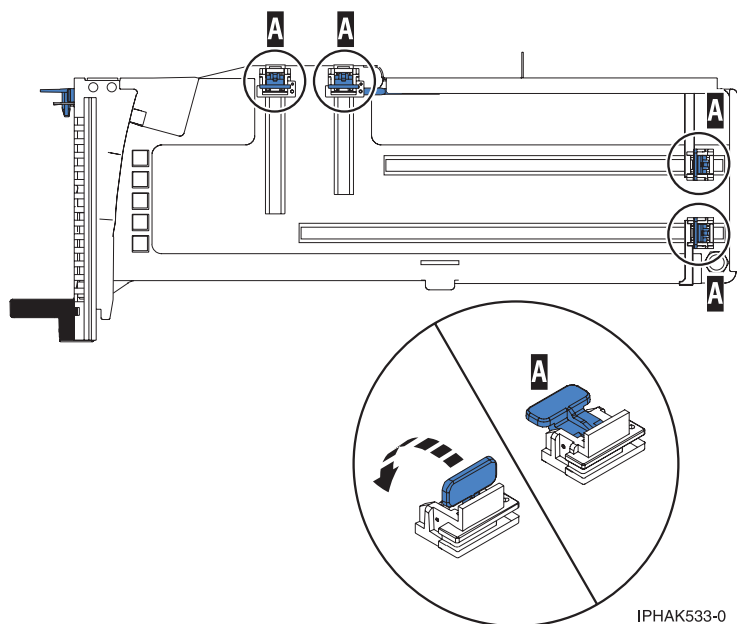

Figura 38. Piezas de retención del adaptador
- b. Asegúrese de que todas las piezas que servirán para sujetar el adaptador (A) se han empujado hacia fuera de los bordes de la casete para permitir la colocación del adaptador. Consulte la sección Figura 38 en la página 61.